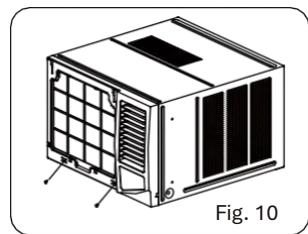

Fig. 10
- Pressione ambos os lados e o bordo inferior da armação e fixe-os com os dois parafusos na parte inferior da armação (ver Fig. 10).